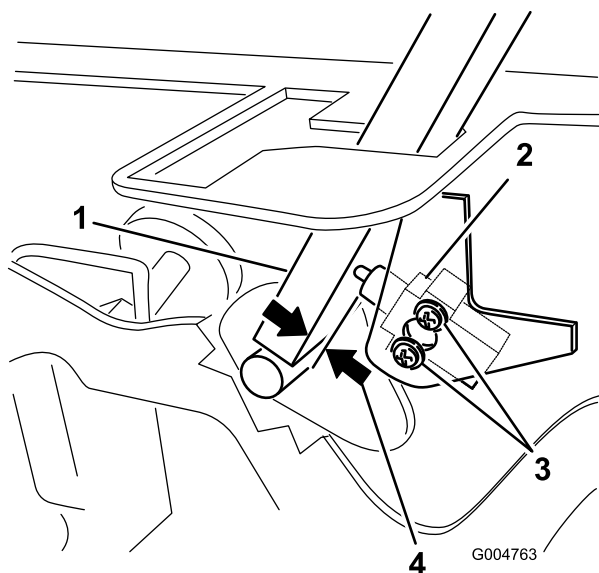

Рисунок 52
3. Ослабьте 2 винта крепления блокировочного выключателя (Рисунок 52).
4. Удерживая рычаг управления прижатым к раме, переместите выключатель в направлении рычага так, чтобы расстояние между рычагом и корпусом выключателя составляло 0,4–1 мм, как показано на Рисунок 52.